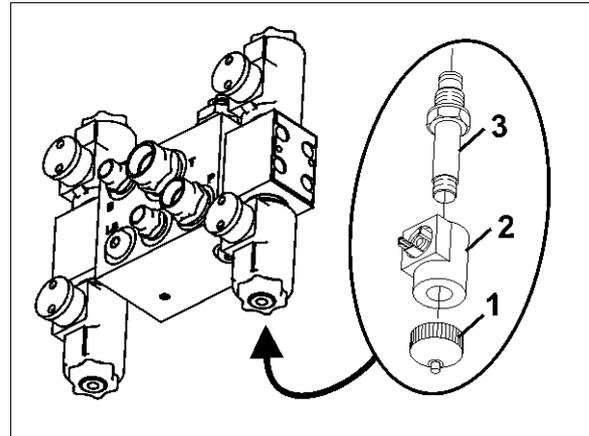

Fig. 149
1. Desenroscar la tapa del imán (Fig. 149/1) abschrauben.
2. Retirar la bobina magnética (Fig. 149/2) abnehmen.
3. Extraer la barra de válvula (Fig. 149/3) con los soportes de válvula y limpiarla con aire a presión o aceite hidráulico.